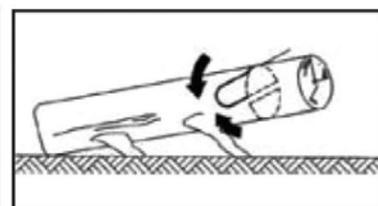

Fig. 4B
2. Tronco rialzato da terra solo da un'estremità (Fig. 4B): prima di tutto cominciare a segare dalla parte inferiore del tronco per circa 1/3 del suo diametro. Così facendo si evita che il tronco si spezzi durante il taglio. Infine terminare l'operazione segnando dall'alto verso il basso andando ad incontrare il taglio già eseguito.